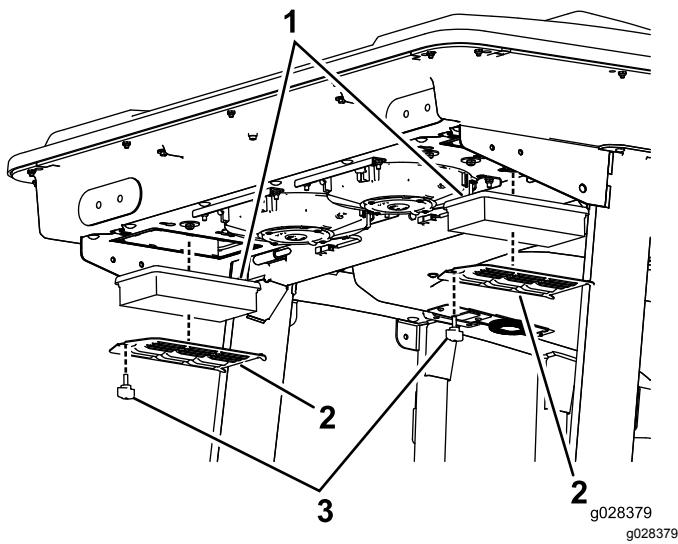
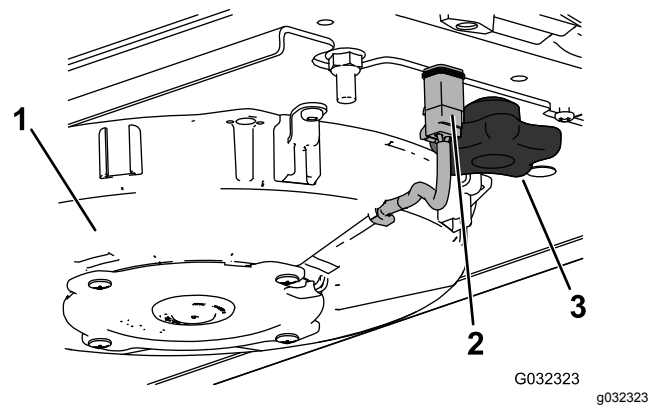
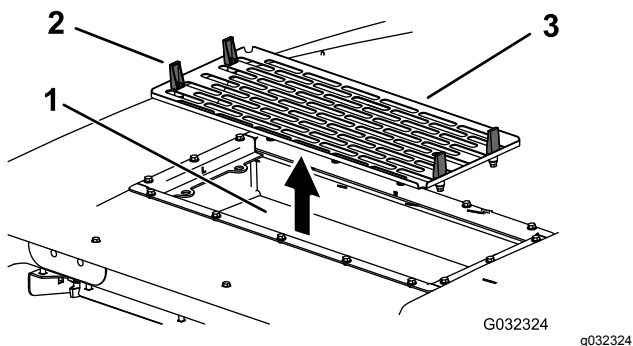

Figure 92
Figure 94
Figure 95
1. Retirez les vis et les grilles des filtres à air intérieur et arrière de la cabine (Figure 91 et Figure 92).
- 5. Déposez les filtres à air (voir Figure 92).
- 7. Reposez les filtres à air, la grille et le ventilateur (Figure 92, Figure 94 et Figure 95).
- 8. Rebranchez le câble de chaque ventilateur (Figure 94).